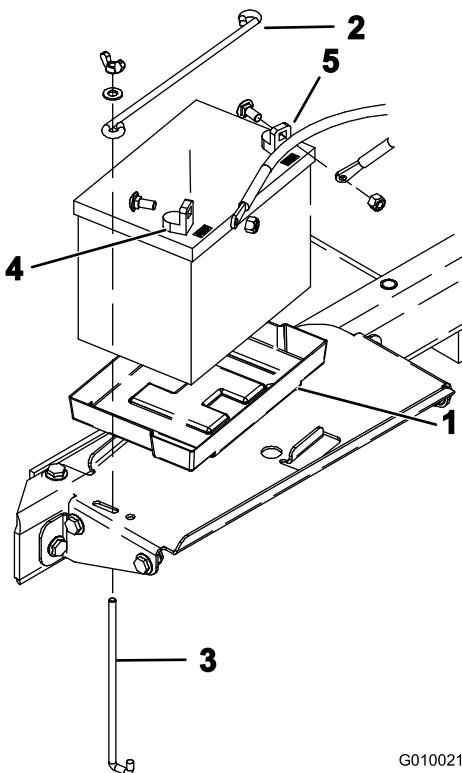

Figure 6
8. Insérez la batterie dans le support de son compartiment (Figure 6) en veillant à tourner les bornes vers l'extérieur.
9. Fixez la batterie au fond de son compartiment avec une tige horizontale et 2 tiges verticales, 2 rondelles plates et 2 écrous à oreilles (Figure 6).
un écrou (Figure 6). Fixez ensuite le câble négatif (noir) à la borne négative (-) de la même manière (Figure 6). Placez le capuchon protecteur sur la borne positive pour éviter les courts-circuits.